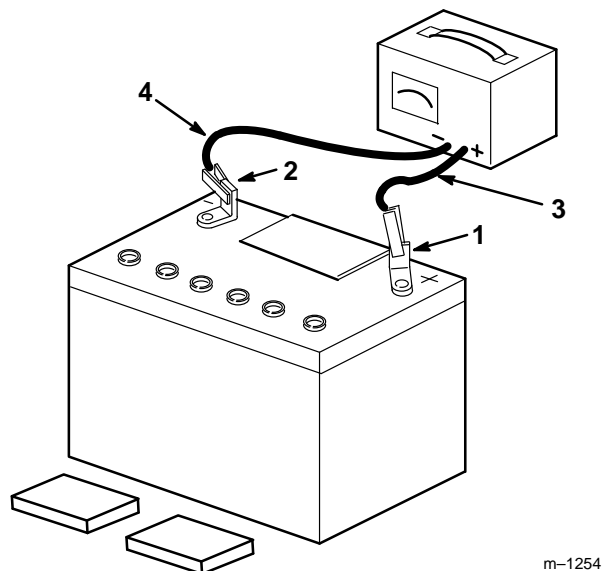

Figure 3
3. Ne pas remettre les bouchons et connecter un chargeur de batterie de 3 à 4 A aux bornes de la batterie (Fig. 3). Charger la batterie avec un débit de 4 A ou moins durant 4 heures (12 V).
4. Lorsque la batterie est complètement chargée, débrancher le chargeur de la prise de courant, puis le déconnecter des bornes négative et positive de la batterie (Fig. 3).